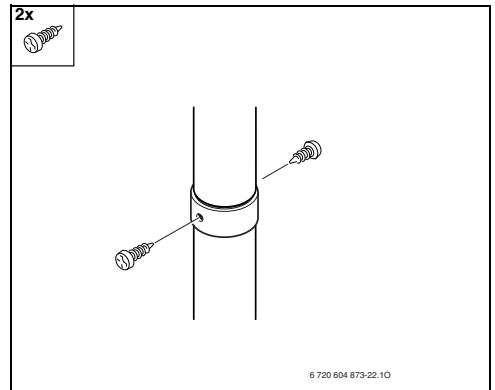

Fig. 36
- ▶ Fijar la unión con los tornillos suministrados (Fig. 36).